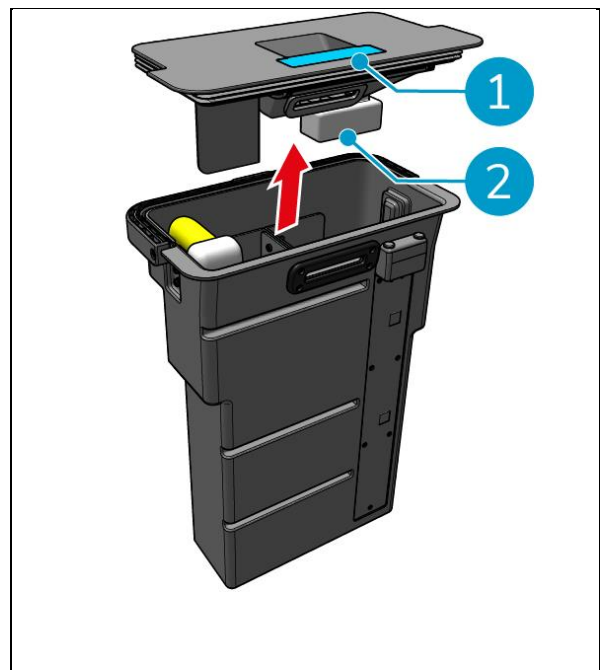

Figura 31
3. Retirar a tampa do depósito de recuperação (Figura 31, pos. 1).
8. Limpar o flutuador (Figura 31, pos. 2) e verifique se se move livremente.